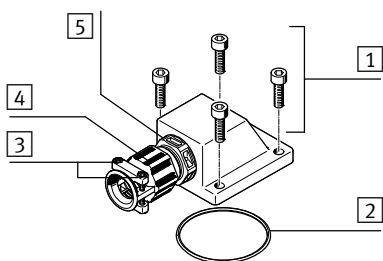
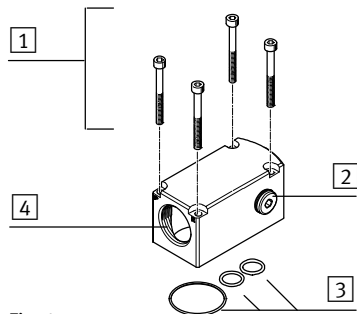

Fig. 8
Fig. 9
1. Ослабьте крепежные винты фланцевой розетки (→ Fig. 9 [1] или Fig. 8 [1]) и осторожно снимите фланцевую розетку.
2. Для DFPI-C1V-A: при необходимости выкрутите кабельный штуцер (→ Fig. 8 [3]). Для DFPI-C1V-P-A: → инструкция по монтажу для соединительного кабеля (принадлежности).
8. Установите фланцевую розетку. При этом следите за правильностью установки уплотнений – момент затяжки → Fig. 8 или Fig. 9.
9. Для DFPI-...-ND2P-C1V-A: снова затяните кабельный штуцер – момент затяжки см. на Fig. 8.